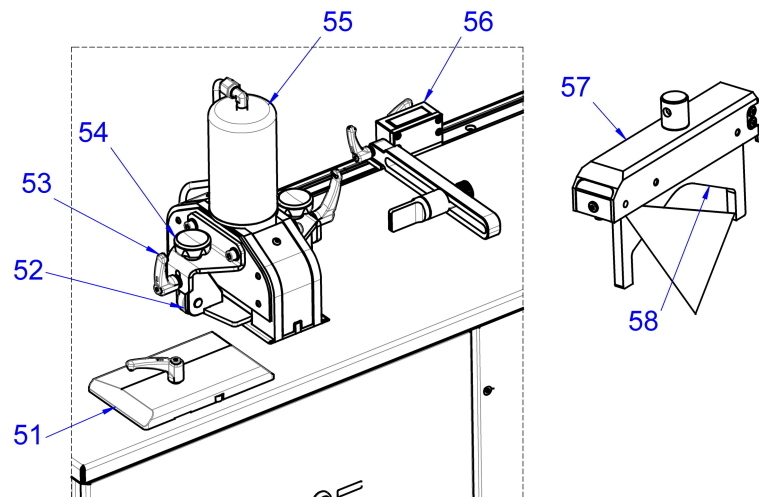

Imagen 9: Corte de pletinas y barras
- Soltar las palancas de bloqueo en la placa guía lateral (imagen 9, 51) y ajustar la placa guía a la anchura de la pletina.
- Aflojar los tornillos tensores (imagen 9, 54) y la palanca de bloqueo (imagen 9, 53) de los dos retenes y ajustarlos al grosor de material de la pieza.